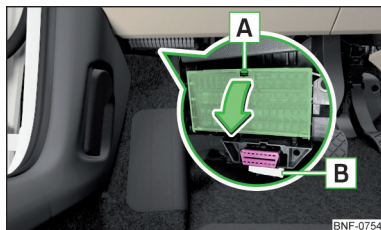

Fig. 165
Siguranțele se găsesc sub volan, în partea inferioară a bordului » fig. 165.
- Apăsăți curelușa de siguranță » fig. 165.